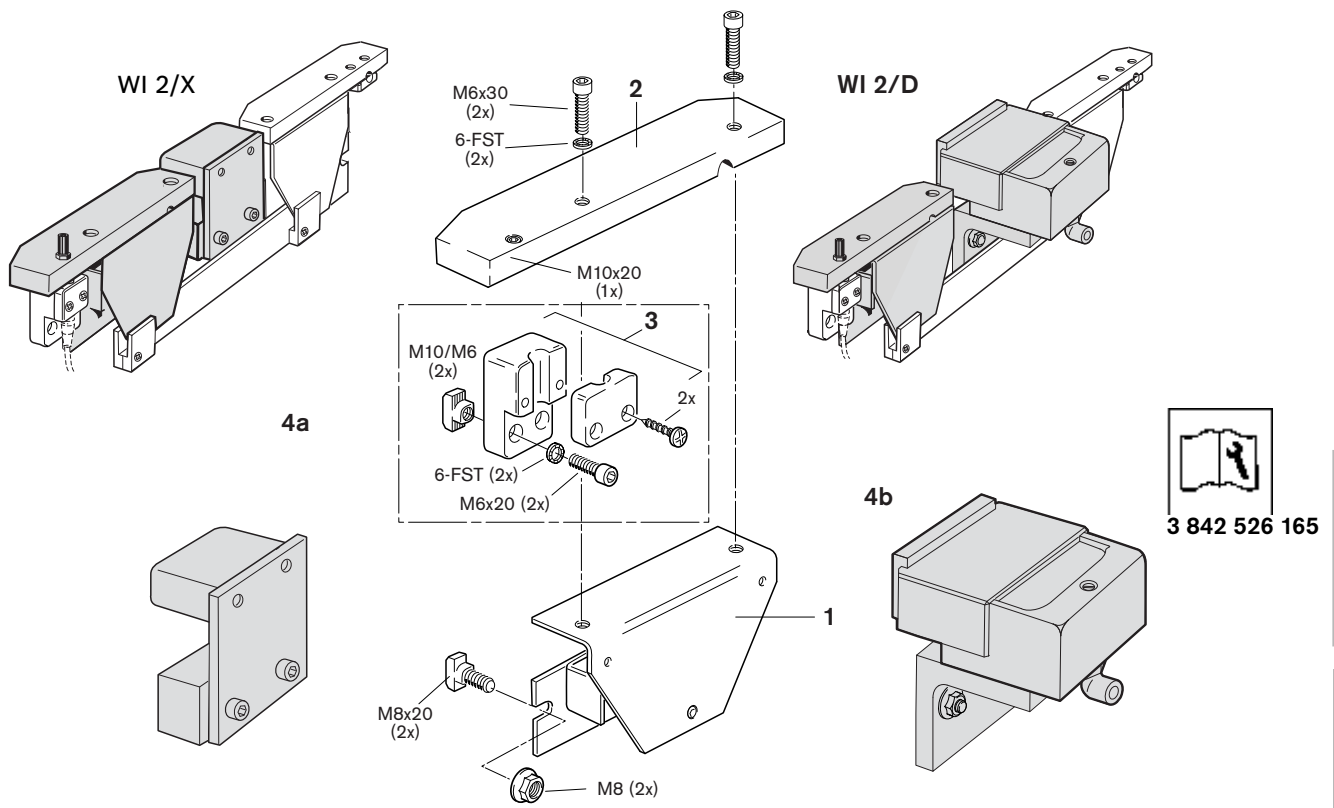

Fig. 1
Die Wippen WI 2/X und WI 2/D werden mit Dämpfer (4a) und (4b), Wippenkörper (1), unmontierte Anschlagleiste (2), komplettem Befestigungssatz und Schalterhaltern geliefert (Fig. 1).
- Anschlagleiste (2)
- Wippenkörper (1)
- Verbindungsleiste (5)
The WI 2/X and WI 2/D rockers are supplied with dampers (4a) and (4b), a rocker body (1), an unmounted stop rail (2), a complete fastening kit, and switch brackets (Fig. 1).
摇板 WI 2/X 和 WI 2/D 连同缓冲器 (4a) 和 (4b)、摇板架 (1)、未装配的止挡板 (2)、全套固定组件和接近开关支架一起供货 (Fig. 1)。